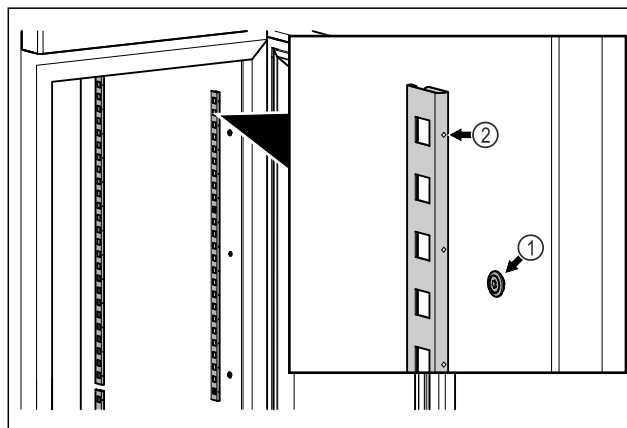

Fig. 83 Primjer izgleda
- Zakvačite letvice u ovjes Fig. 83 (1). Oznaka Fig. 83 (2) mora biti okrenuta prema naprijed.